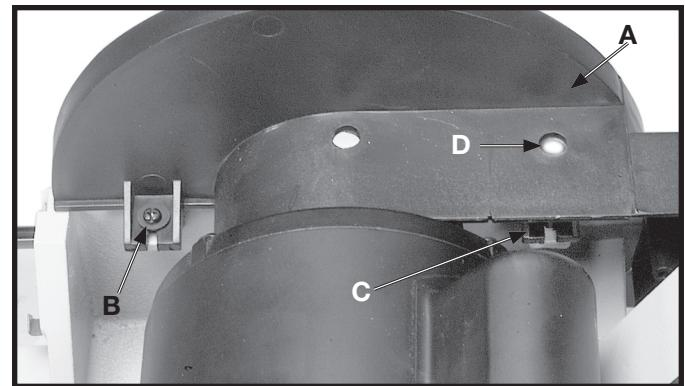

Fig. 5
- Installer le dispositif de protection (A) fig. 5, en place sur le cadre de la ponceuse à disque et le fixer à l'aide de deux vis à tête cylindrique bombée M4 x 0,07 x 10 mm (B) et (C) et deux rondelles plates de 4,8 mm (3/16 po). **À CETTE ÉTAPE, NE PAS SERRER COMPLÈTEMENT LES VIS (B) ET (C). IL SERA NÉCESSAIRE DE RÉGLER LE DISPOSITIF DE PROTECTION À LA PLAQUE DE SUPPORT D'ABRASIF. REMARQUE :** l'accès à la vis (C) s'effectue par le trou (D) sur le dessus du dispositif de protection.